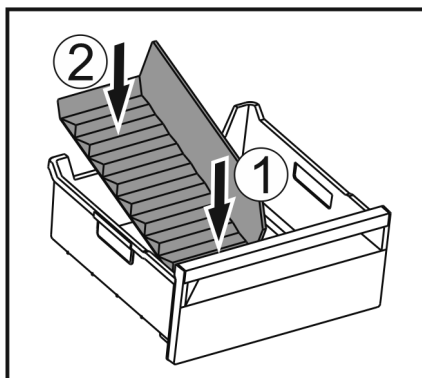

Fig. 174
- ▶ Vstavite sprednji del pregrade predala za led. Fig. 174 (1)
- ▶ Zadnji del pregrade predala za led spustite do dna predala. Fig. 174 (2)